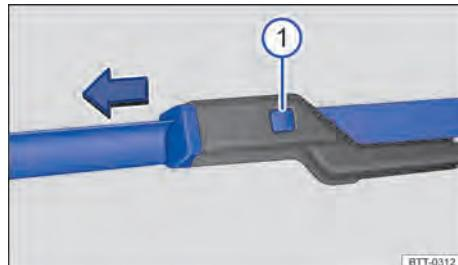

Fig. 150 Substituir as palhetas dos limpadores do para-brisa.
- Manter a tecla de destravamento → Fig. 150 ① pressionada e, ao mesmo tempo, retirar a palheta do limpador do para-brisa no sentido da seta.